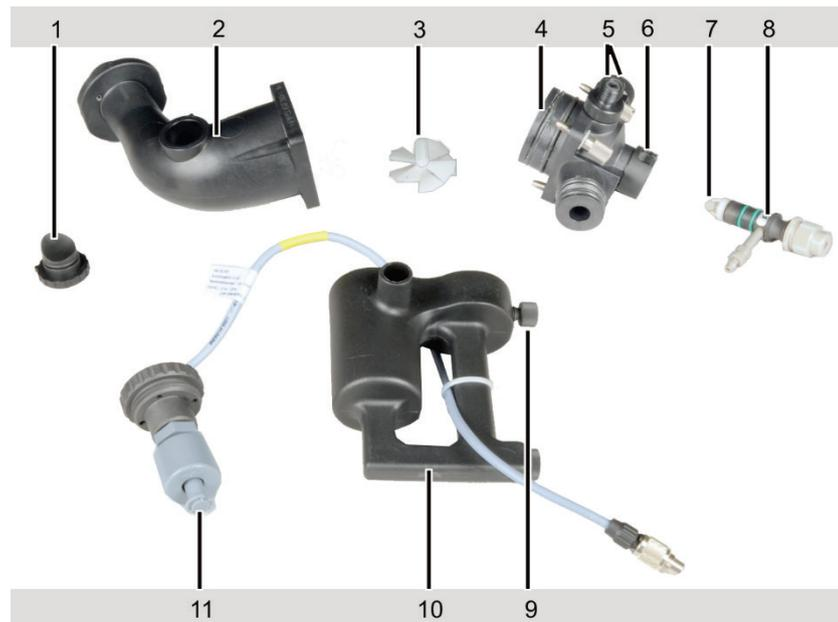

Bild 59 Mischkammer und Zerstäuber zur Reinigung zerlegt
6. Rändelschraube des Siphons (9 in Bild 59 S. 93) lösen, Siphon nach unten abziehen.
8. Einsatz des Siphonsensors abschrauben, Sensor aus Siphon (11 in Bild 59) ziehen.
10. Sicherheitsstopfen (1 in Bild 59) aus der Mischkammer ziehen.
12. Flügelrad (3 in Bild 59) aus dem Kammerrohr nehmen.
2. Prallkugel (7 in Bild 59 S. 93) leicht drehen und vom Zerstäuber ziehen. Sollte die Prallkugel festsitzen, den Zerstäuber noch einmal für mehrere Minuten in das Ultraschallbad legen.
4. Siphonsensor (11 in Bild 59 S. 93) in den Siphon schrauben. Siphon an Kammer-
kopf stecken, Seiten fluchtend ausrichten, mit Rändelschraube (9 in Bild 59) befes-
5. Sicherheitsstopfen (1 in Bild 59) am Kammerrohr stecken.
6. Anschlüsse für Brenngas und Zusatzoxidans (5 in Bild 59) in den Mischkammer-
7. Zerstäuber (8 in Bild 59) in den Kammerkopf stecken und mit dem Arretierungs-